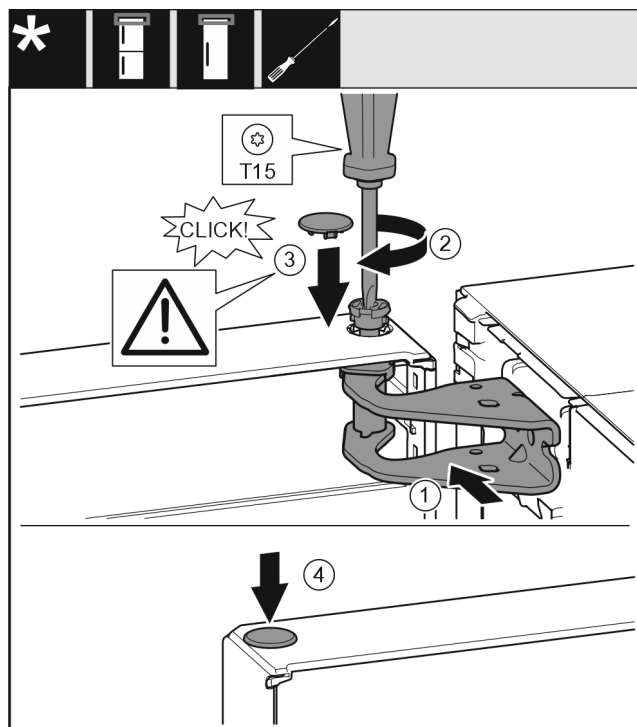

Fig. 53
- Vrata zgoraj poravnajte z odprtino v ležajnem podstavku Fig. 53 (1).
- Vstavite sornik Fig. 53 (2) in ga zategnite z izvijačem.
- Vstavite pokrov Fig. 53 (3).
- Preverite, ali pokrov Fig. 53 (3) pravilno leži na vratih.
- Vstavite pokrov Fig. 53 (4).